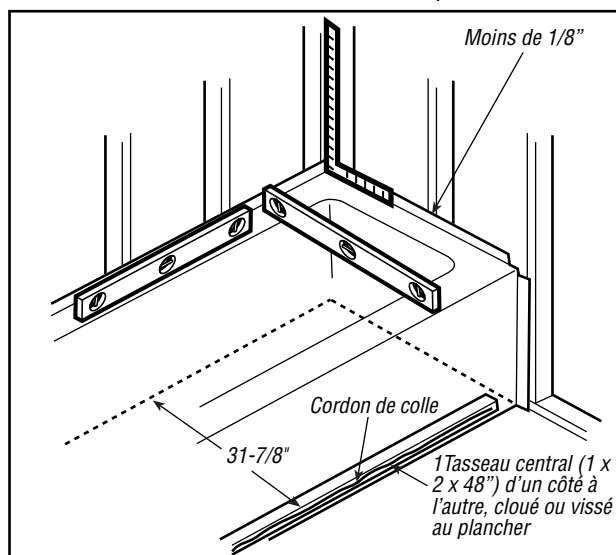

Figure 1
- Repérez et fixez le tasseau au plancher à l'aide de clous ou de vis (voir illustration 1 et figure 1). Ce tasseau offre un soutien derrière le tablier de la baignoire.
- Attachez la vidange et le déversoir à la baignoire selon les instructions du fabricant. Si aucun joint d'étanchéité n'a été fourni par le fabricant du drain, utilisez un produit de calfeutrage au latex ou acrylique ; n'utilisez PAS du mastic de plombier pour créer le joint étanche entre le drain et la baignoire. L'utilisation de mastic de plombier peut dégrader le plastique après un certain temps, ce qui peut causer des dommages. Placez la baignoire dans l'alcôve (figure 1). Vérifiez que la baignoire repose sur tous ses supports inférieurs et qu'elle est au niveau vertical et horizontal, et droite sur les poteaux du mur.